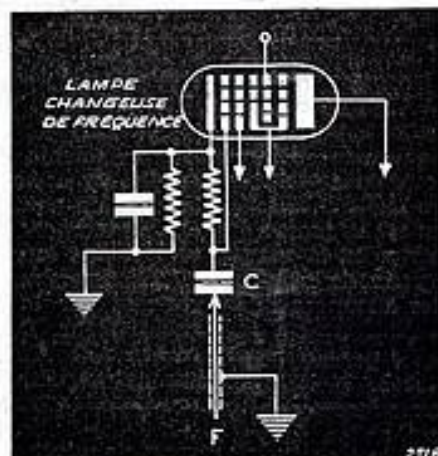

FIG. 1. — Branchement du générateur H.F. à la grille de l'oscillatrice.
- Substituer aux bobines d'oscillation du récepteur celles de l'hétérodyne ; à cet effet, dessouder la connexion du condensateur de liaison C du circuit de grille et appliquer le fil de sortie de l'hétérodyne comme indiqué sur la figure 1 ;